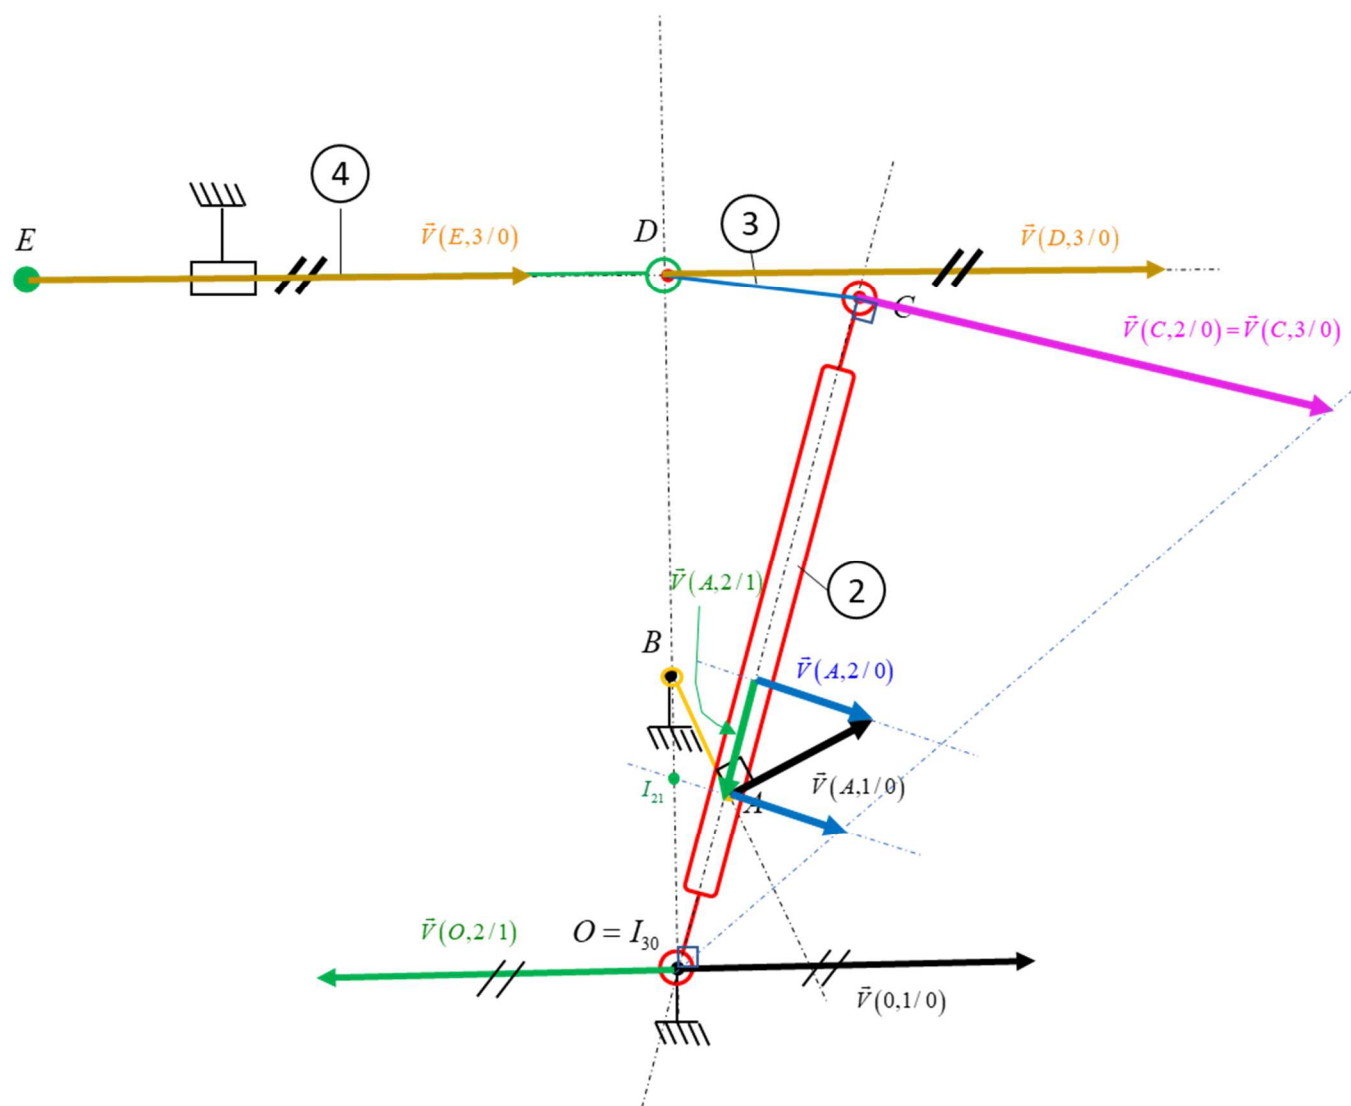

Figure 5 : Schéma pour la construction graphique
Pour chacune des questions de la partie 2, les **tracés seront effectués sur la figure 5 en annexe 1**, et les **justifications associées** seront fournies dans les cadres ci-dessous prévus à cet effet.
**a)** On donne  $\vec{V}(A, 1/0)$  sur la figure 5 (Annexe 1), justifier sa direction.